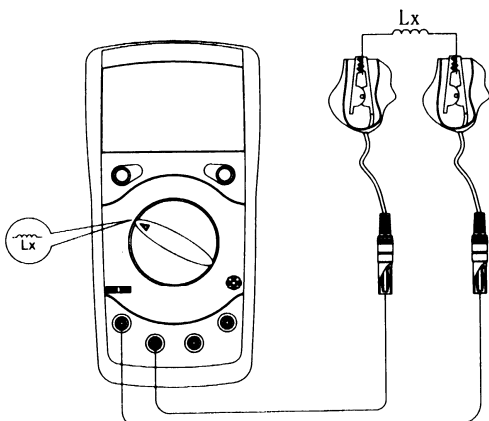

Рис. 6
**D. Измерение индуктивности (рис. 6)**